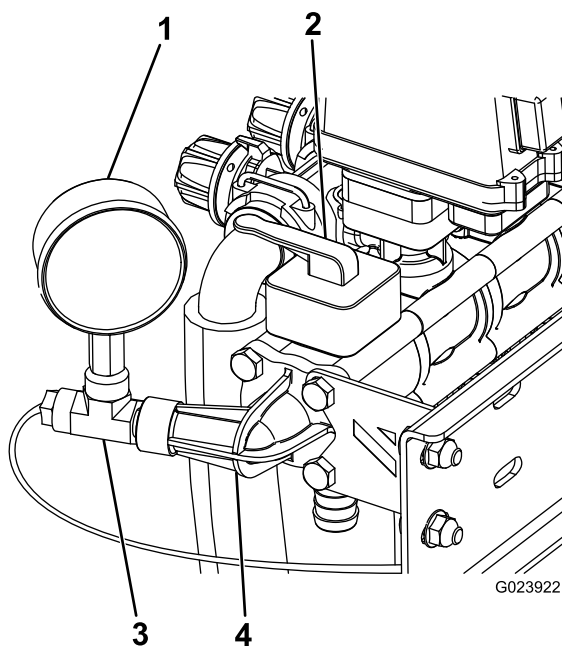

図 10
4. 長いボルト4本を使用して、Oリング、新しいコントロールバルブ、先ほど外した水圧計ポート、それにスタビライジング・ブラケットを取り付ける；図 10を参照。
5. T 字フィッティングを水圧計ポートに接続する (図 10)。
6. 水圧計をT 字フィッティングに接続する (図 10)。